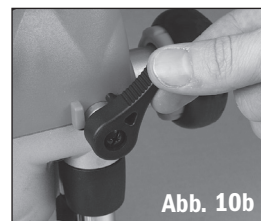

Abb. 10b
2. Zum Erhöhen der Schnitttiefe drehen Sie den Mikro-Einstellhebel im Uhrzeigersinn und zum Verringern der Schnitttiefe entgegen dem Uhrzeigersinn (**Abb. 10b**).